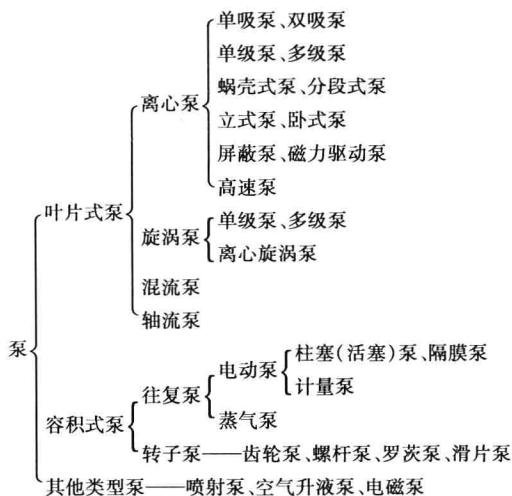

图 1-1 泵的分类
(1) 泵的定义:泵是指把原动机的机械能转换为抽送液体能量的机器。一般情况下,都是由原动机通过泵轴带动叶片旋转,对液体做功使其能量增加,把液体从低处送到高处或使其增加压力。
(2) 泵的分类:泵的种类很多,按作用原理分为叶片式泵、容积泵和其他类型泵三大类,如图 1-1 所示。